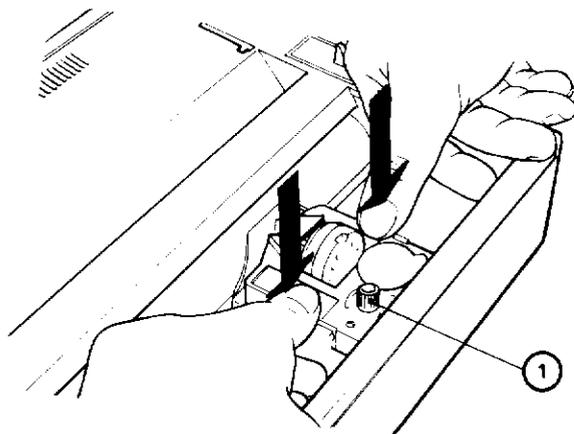

Fig. 4
- Présenter la cartouche au-dessus de la tête d'impression et appuyer dans le sens indiqué sur la figure 4 jusqu'à encliquetage. Tourner la molette (1) dans le sens des aiguilles d'une montre pour tendre le ruban encreur. Refermer le couvercle transparent.